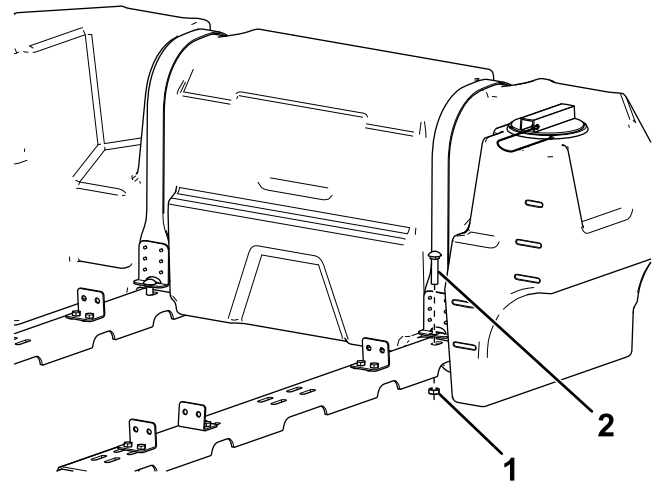

Figure 6
13. Placez les sangles autour de la cuve et fixez-les légèrement aux longerons de cadre à l'aide d'un boulon de carrosserie et d'un écrou de blocage (Figure 6).